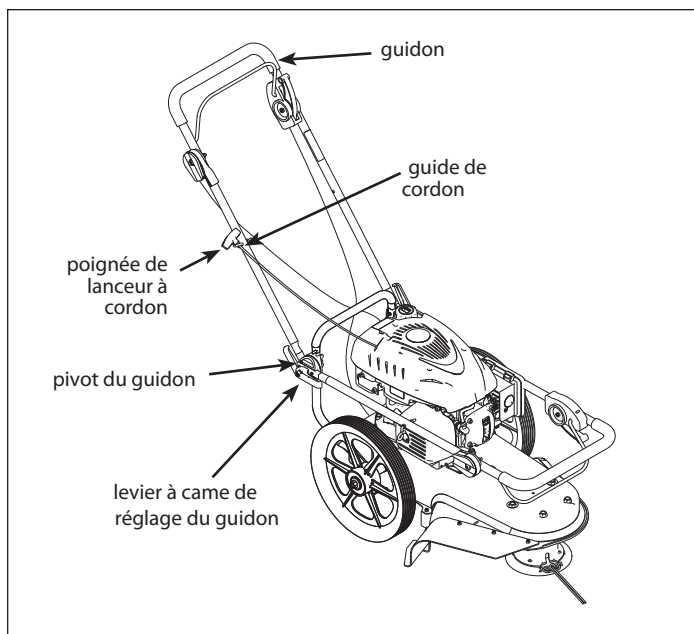

FIGURE 3 : Réglage du guidon.
5. Pour attacher le lanceur à cordon au guidon, insérer le cordon à travers le guide de cordon monté sur le côté droit du guidon. **VOIR FIGURE 3.**